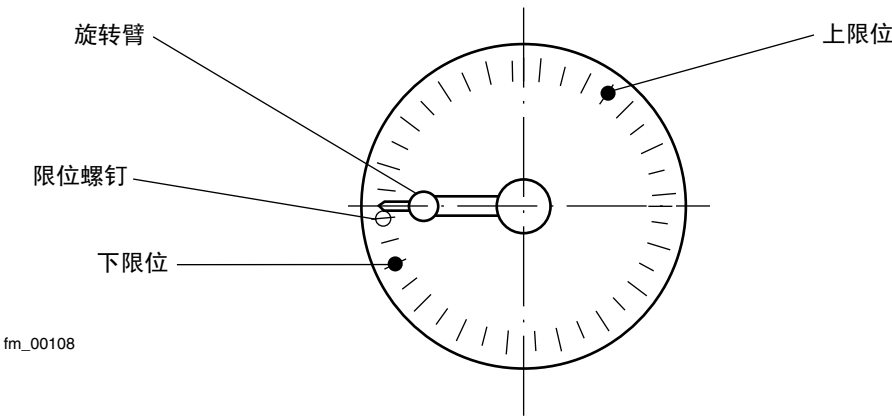

图 9:
电动机构原来的限位螺钉（最末端限位和最始端限位参阅图 9）决不许移动。
- 在旋转臂的下面的第 1 孔上作标记（图 9）。